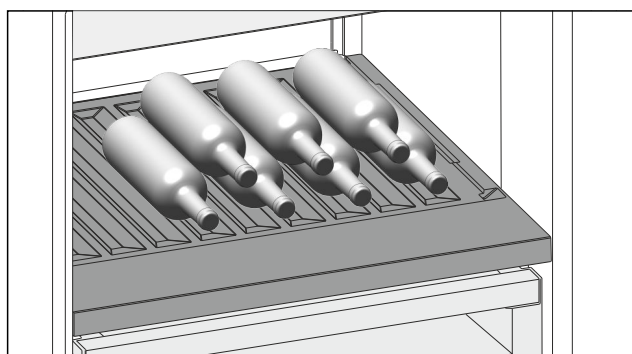

Fig. 193 Voorbeeldweergave
- Flessen met de bodem naar achteren tegen de achterwand plaatsen. (zie Fig. 193)